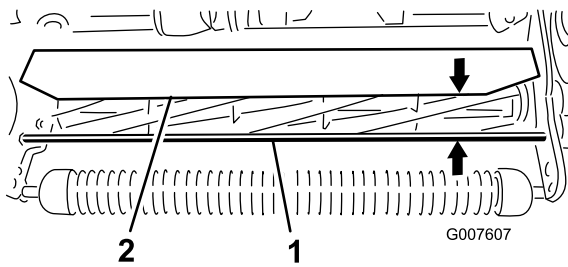

图52
1. 分别测出前支撑杆顶部到滚刀组两端的护罩前唇的距离 图52。